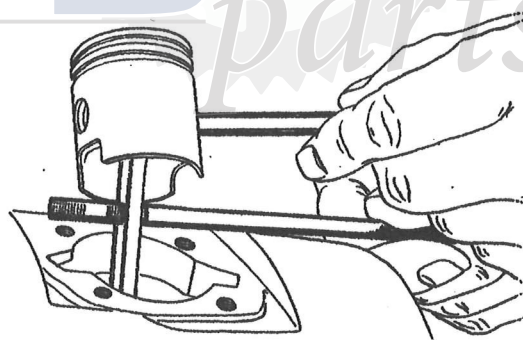

fig. 14
- richt drijfstang voorzichtig (zie fig. 14) en stukje voor stukje: het is al gauw te veel.